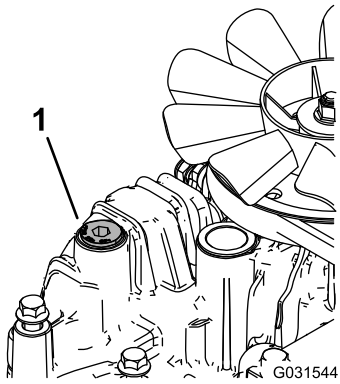

Figure 77
- Dévissez le bouchon d'aération sur chaque transmission pour qu'il soit desserré et ballotté (Figure 77).